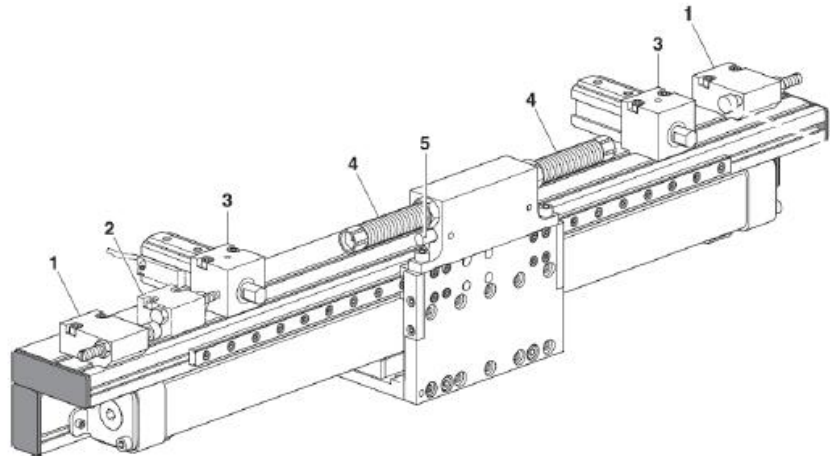

Fig. 23 Réglage des vis de butée PMP-c version 02
3. Régler la longueur de course à l'aide des butées (Fig. 23, 1) et, si nécessaire, avec le réglage fin (Fig. 23, 2).
4. Régler du butées intermédiaires (Fig. 23, 3).
5. Régler l'amortisseur (Fig. 23, 2) (⇒ chap. 6.7).
6. Monter les initiateurs (Fig. 23, 3) (⇒ chap. 6.8)